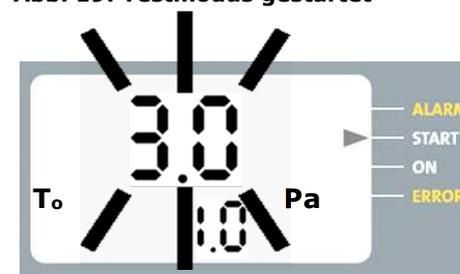

Abb. 20: Einschaltverzögerung im Testmodus
3. Gleichzeitig beginnt der Zeitraum der Einschaltverzögerung (T_0). Das Schaltrelais fällt ab (Klemme 22+23 offen) - die Lüftung wird abgeschaltet. In der unteren Anzeige wird die verbleibende Zeit für die Einschaltverzögerung in Minuten angezeigt (Abb. 20).